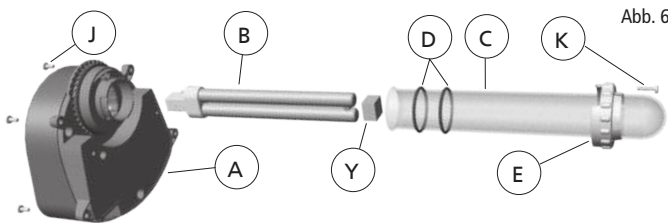

Abb. 6
4. Entfernen Sie den UV-C-Kopf (A) (Abb. 6) aus dem Filter, indem Sie die 4 Schrauben (J) lösen, mit denen der UV-C-Kopf an dem Filterdeckel (G) angeschraubt ist. Der UV-C-Kopf ist mit Sicherheitsschrauben ausgerüstet, damit die Schrauben nicht abfallen können. Sie müssen die Schrauben also nicht vollständig abdrehen. Drehen Sie sie so weit, bis der UV-C-Kopf locker ist.